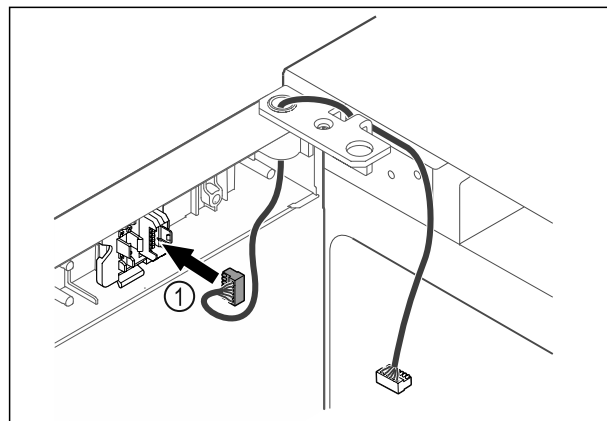

Fig. 42
- Sæt stikket Fig. 42 (1) i stikholderen.